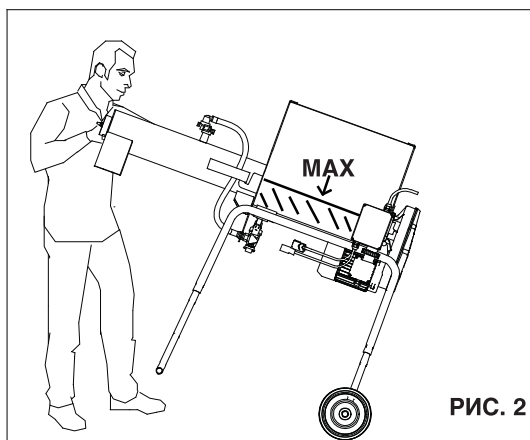
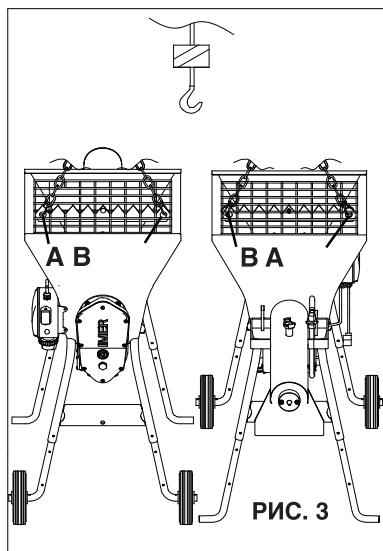

РИС. 2
РИС. 3
## 8. ПЕРЕМЕЩЕНИЕ (см. рис. 2 и рис. 3)
Приподнимите смеситель с помощью соответствующих ручек (рис. 2) и толкайте в нужном направлении.
**- ВНИМАНИЕ!** При подъеме машины ни в коем случае не используйте для крепления тросов какие-либо точки, отличные от приведенных на рис. 3
Используйте для подъема машины две специально предусмотренные для этой цели проушины (рис. 3)
Рис. 2 см. табл. 2